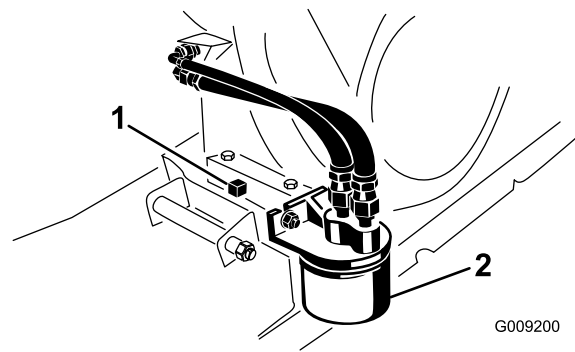

Figura 29
2. Retire el filtro de aceite (Figura 29).
5. Retire el tapón de vaciado (Figura 29) y deje fluir el aceite a un recipiente apropiado. Cuando el aceite deje de fluir, coloque el tapón de vaciado.